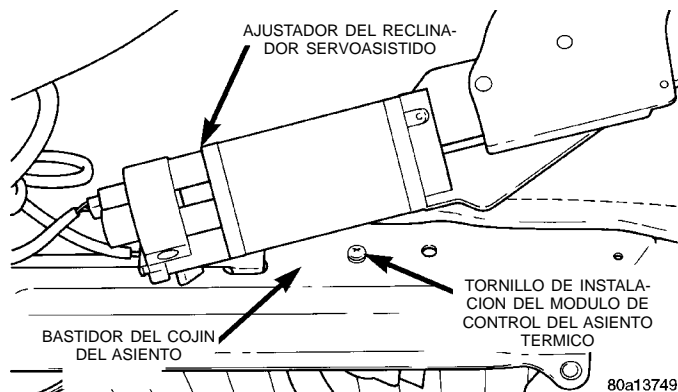
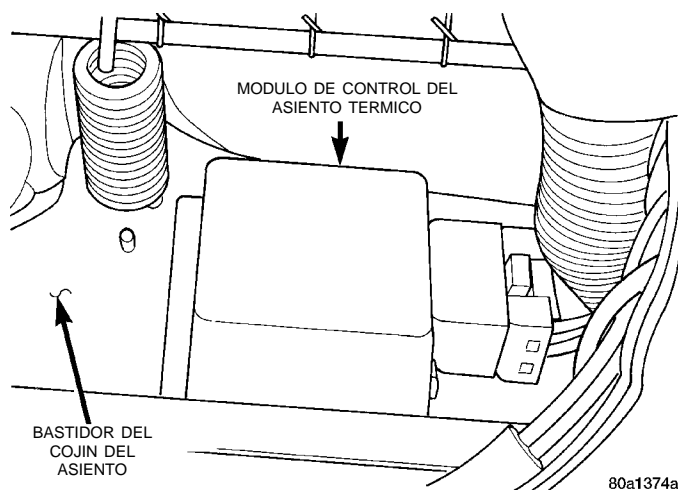

Fig. 2 Desmontaje/instalación del módulo de control del asiento térmico
Fig. 3 Módulo de control del asiento térmico
(2) Retire los tres tornillos que sujetan el protector lateral del asiento al bastidor del cojín del asiento.
(3) Retire el protector del asiento a fin de que pueda verse el soporte inferior del ajustador del reclinador servoasistido.
(4) Ajuste el respaldo del asiento con el conmutador del reclinador servoasistido para tener acceso a los dos pernos del soporte inferior del ajustador del reclinador servoasistido.
(5) Desconecte y aisle el cable negativo de la batería.
(6) Retire los dos pernos que sujetan el soporte inferior del ajustador del reclinador servoasistido al bastidor del cojín del asiento.
(7) Con suavidad, extraiga hacia arriba el soporte inferior del ajustador del reclinador servoasistido para tener acceso al tornillo de instalación del módulo de control del asiento térmico (Fig. 2).
(8) Retire el tornillo de instalación del bastidor del cojín del asiento.
(9) Deslice la mano debajo de la parte trasera del cojín del asiento para bajar la unidad del módulo de control del asiento térmico y el soporte de instalación del interior del bastidor del cojín del asiento (Fig. 3).
(10) Desenchufe el conector de cableado y retire el módulo de debajo del asiento.
(11) Para instalar, invierta el procedimiento anterior. Apriete los pernos del soporte inferior del ajustador del reclinador servoasistido con una torsión de 28 N·m (20 libras pie).